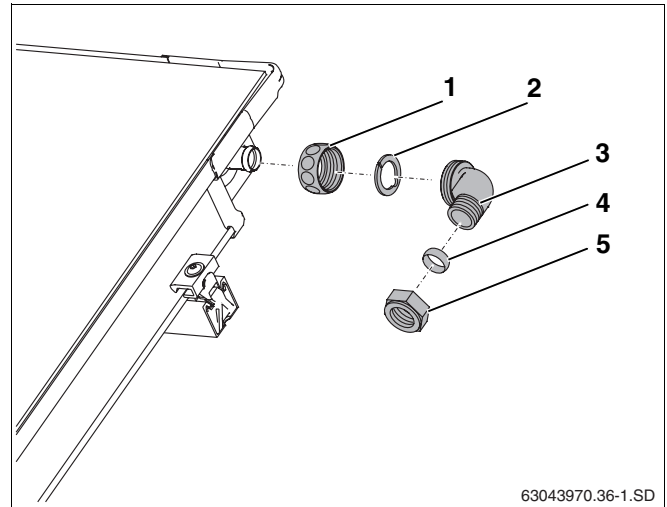

Fig. 57 Montaggio della tubazione di mandata (senza disaeratore sul tetto)
- Spingere il dado di raccordo (fig. 57, **pos. 1**) sopra l'attacco del collettore.
- Disporre lo spessore di bloccaggio (fig. 57, **pos. 2**) dietro il bordo dell'attacco del collettore e fissare premendo.
- Con una pressione, applicare la curva e il relativo sistema di serraggio con anello (fig. 57, **pos. 3**) sull'attacco; successivamente orientare la curva e avvitare con il dado di raccordo.